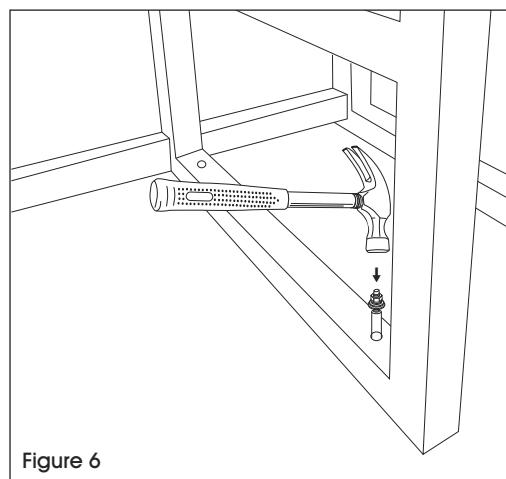

Figure 6
4. Slightly tap down the anchor bolt with a hammer if needed. Tighten the nut until the anchor bolt is secure. (See Figure 6)
4. Enfoncez légèrement le boulon d'ancrage avec un marteau si nécessaire. Serrez l'écrou jusqu'à ce que le boulon d'ancrage soit fermement fixé. (Voir Figure 6)